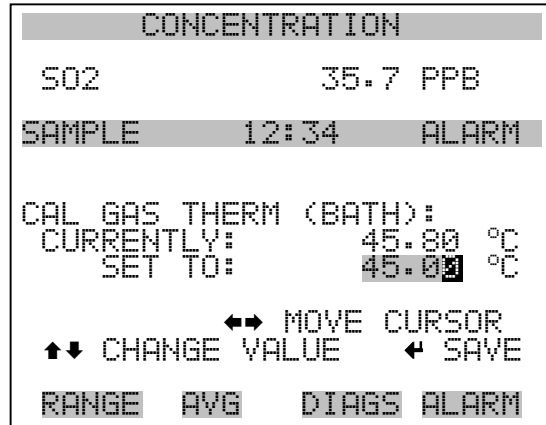

Abb. 9-4. Anzeigefenster „Cal Gas Therm Bath“
3. Wählen Sie im Service-Menü zunächst die Option „Permeation Oven“ und dann den Menüpunkt „Cal Gas Thermistor > **Water Bath**“ (= Gasthermistor kal. > Wasserbad). Thermistortemperatur vom Thermometer eingeben und die Taste  drücken (siehe Abb. 9-4).